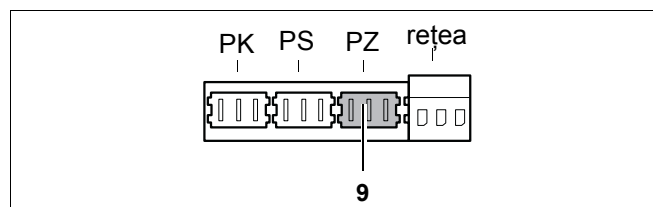

Fig. 41 Regletă – pompă de recirculare de 230 V (culoare de racord lila)
- Racordați pompa de recirculație la borna PZ lila (fig. 41, poz. 9). Consumul de putere maxim admis al pompei = 250 W.